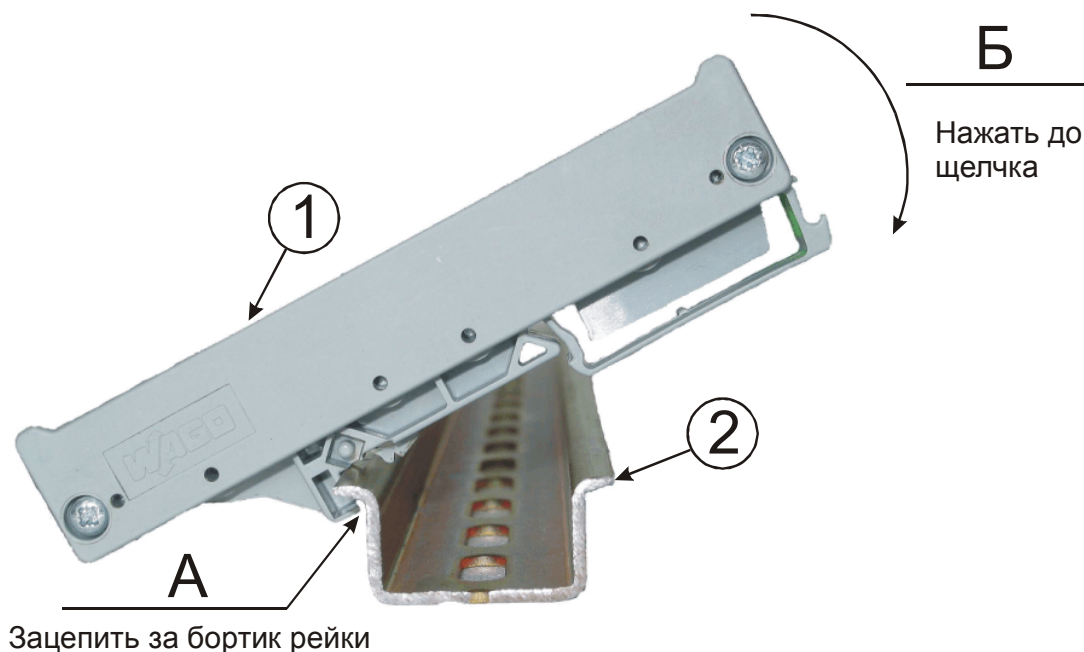

Рисунок 3 – Установка изделия на монтажную рейку
- установить изделие [1] на монтажную рейку [2], поочередно закрепляя защёлки корпуса за её борта (см. рис. 3), тумблер режима установить в положение “ЗАМ”;